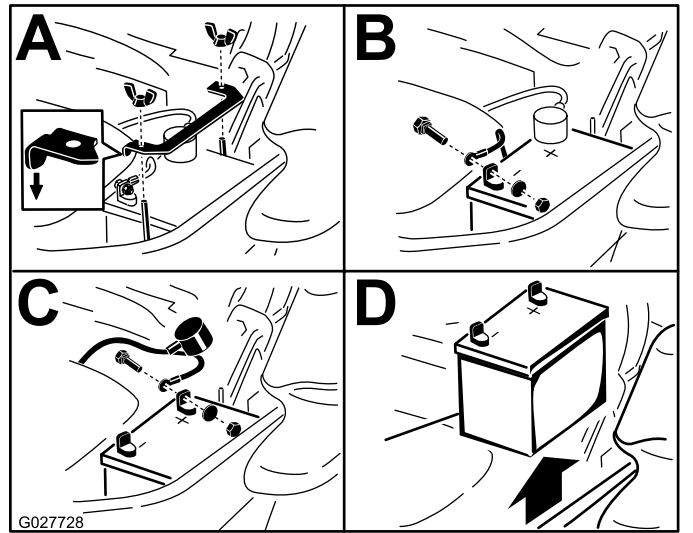

Figure 58
3. Retirez la batterie, comme montré à la Figure 58.
Remarque: Placez la batterie dans son support en tournant les bornes à l'opposé du réservoir hydraulique (Figure 58).